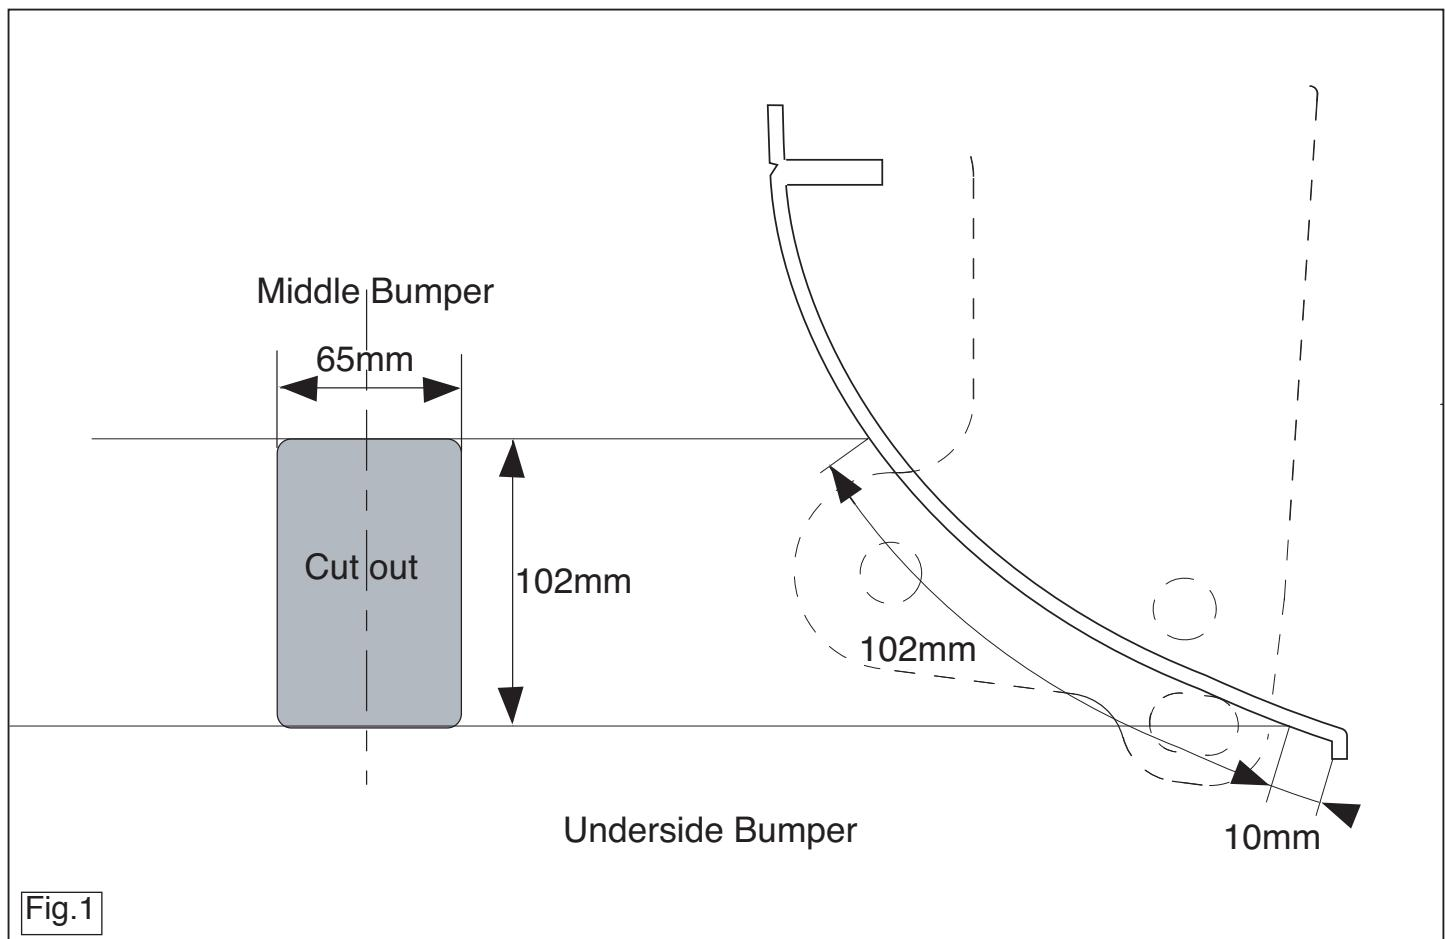

Fig.1
7. Saw a section out of the middle of the underside of the bumper as shown in fig 1.
8. Saw a section out of the middle of the bumper as shown in fig 1.
8. Auf der Unterseite der Stoßstange einen Teil aus der Mitte gemäß Abbildung 1 herausschneiden.